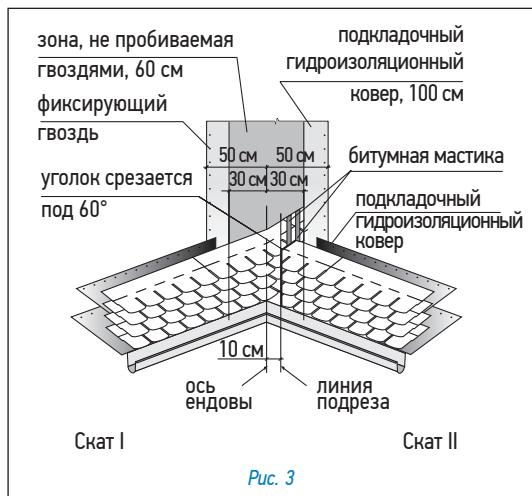

Рис. 3
Ендова (рис. 3)
- лист, подходящий к ендove со ската II, должен доходить до линии подрезки и обрезаться по ней. Верхний уголок обрезанного края листа подрезается под углом 60° (5 × 3 см — рис. 3);